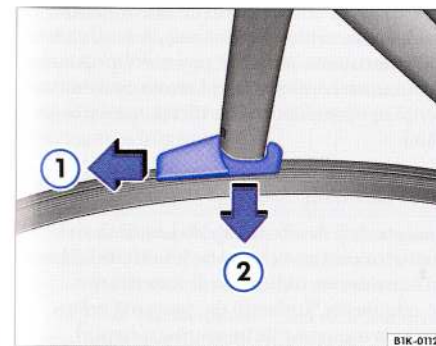

Fig. 20 Înlocuirea lamelei ștergătorului de lunetă.
- Desprindeți lamela în sensul indicat de săgeata ⇒ fig. 20 ①.
- Trageți lamela în sensul indicat de săgeata ②.
- Introduceți o lamă nouă, de aceeași lungime și formă în sens contrar săgeții ②.
- Blocați lama ștergătorului contrar sensului ①, până se blochează.